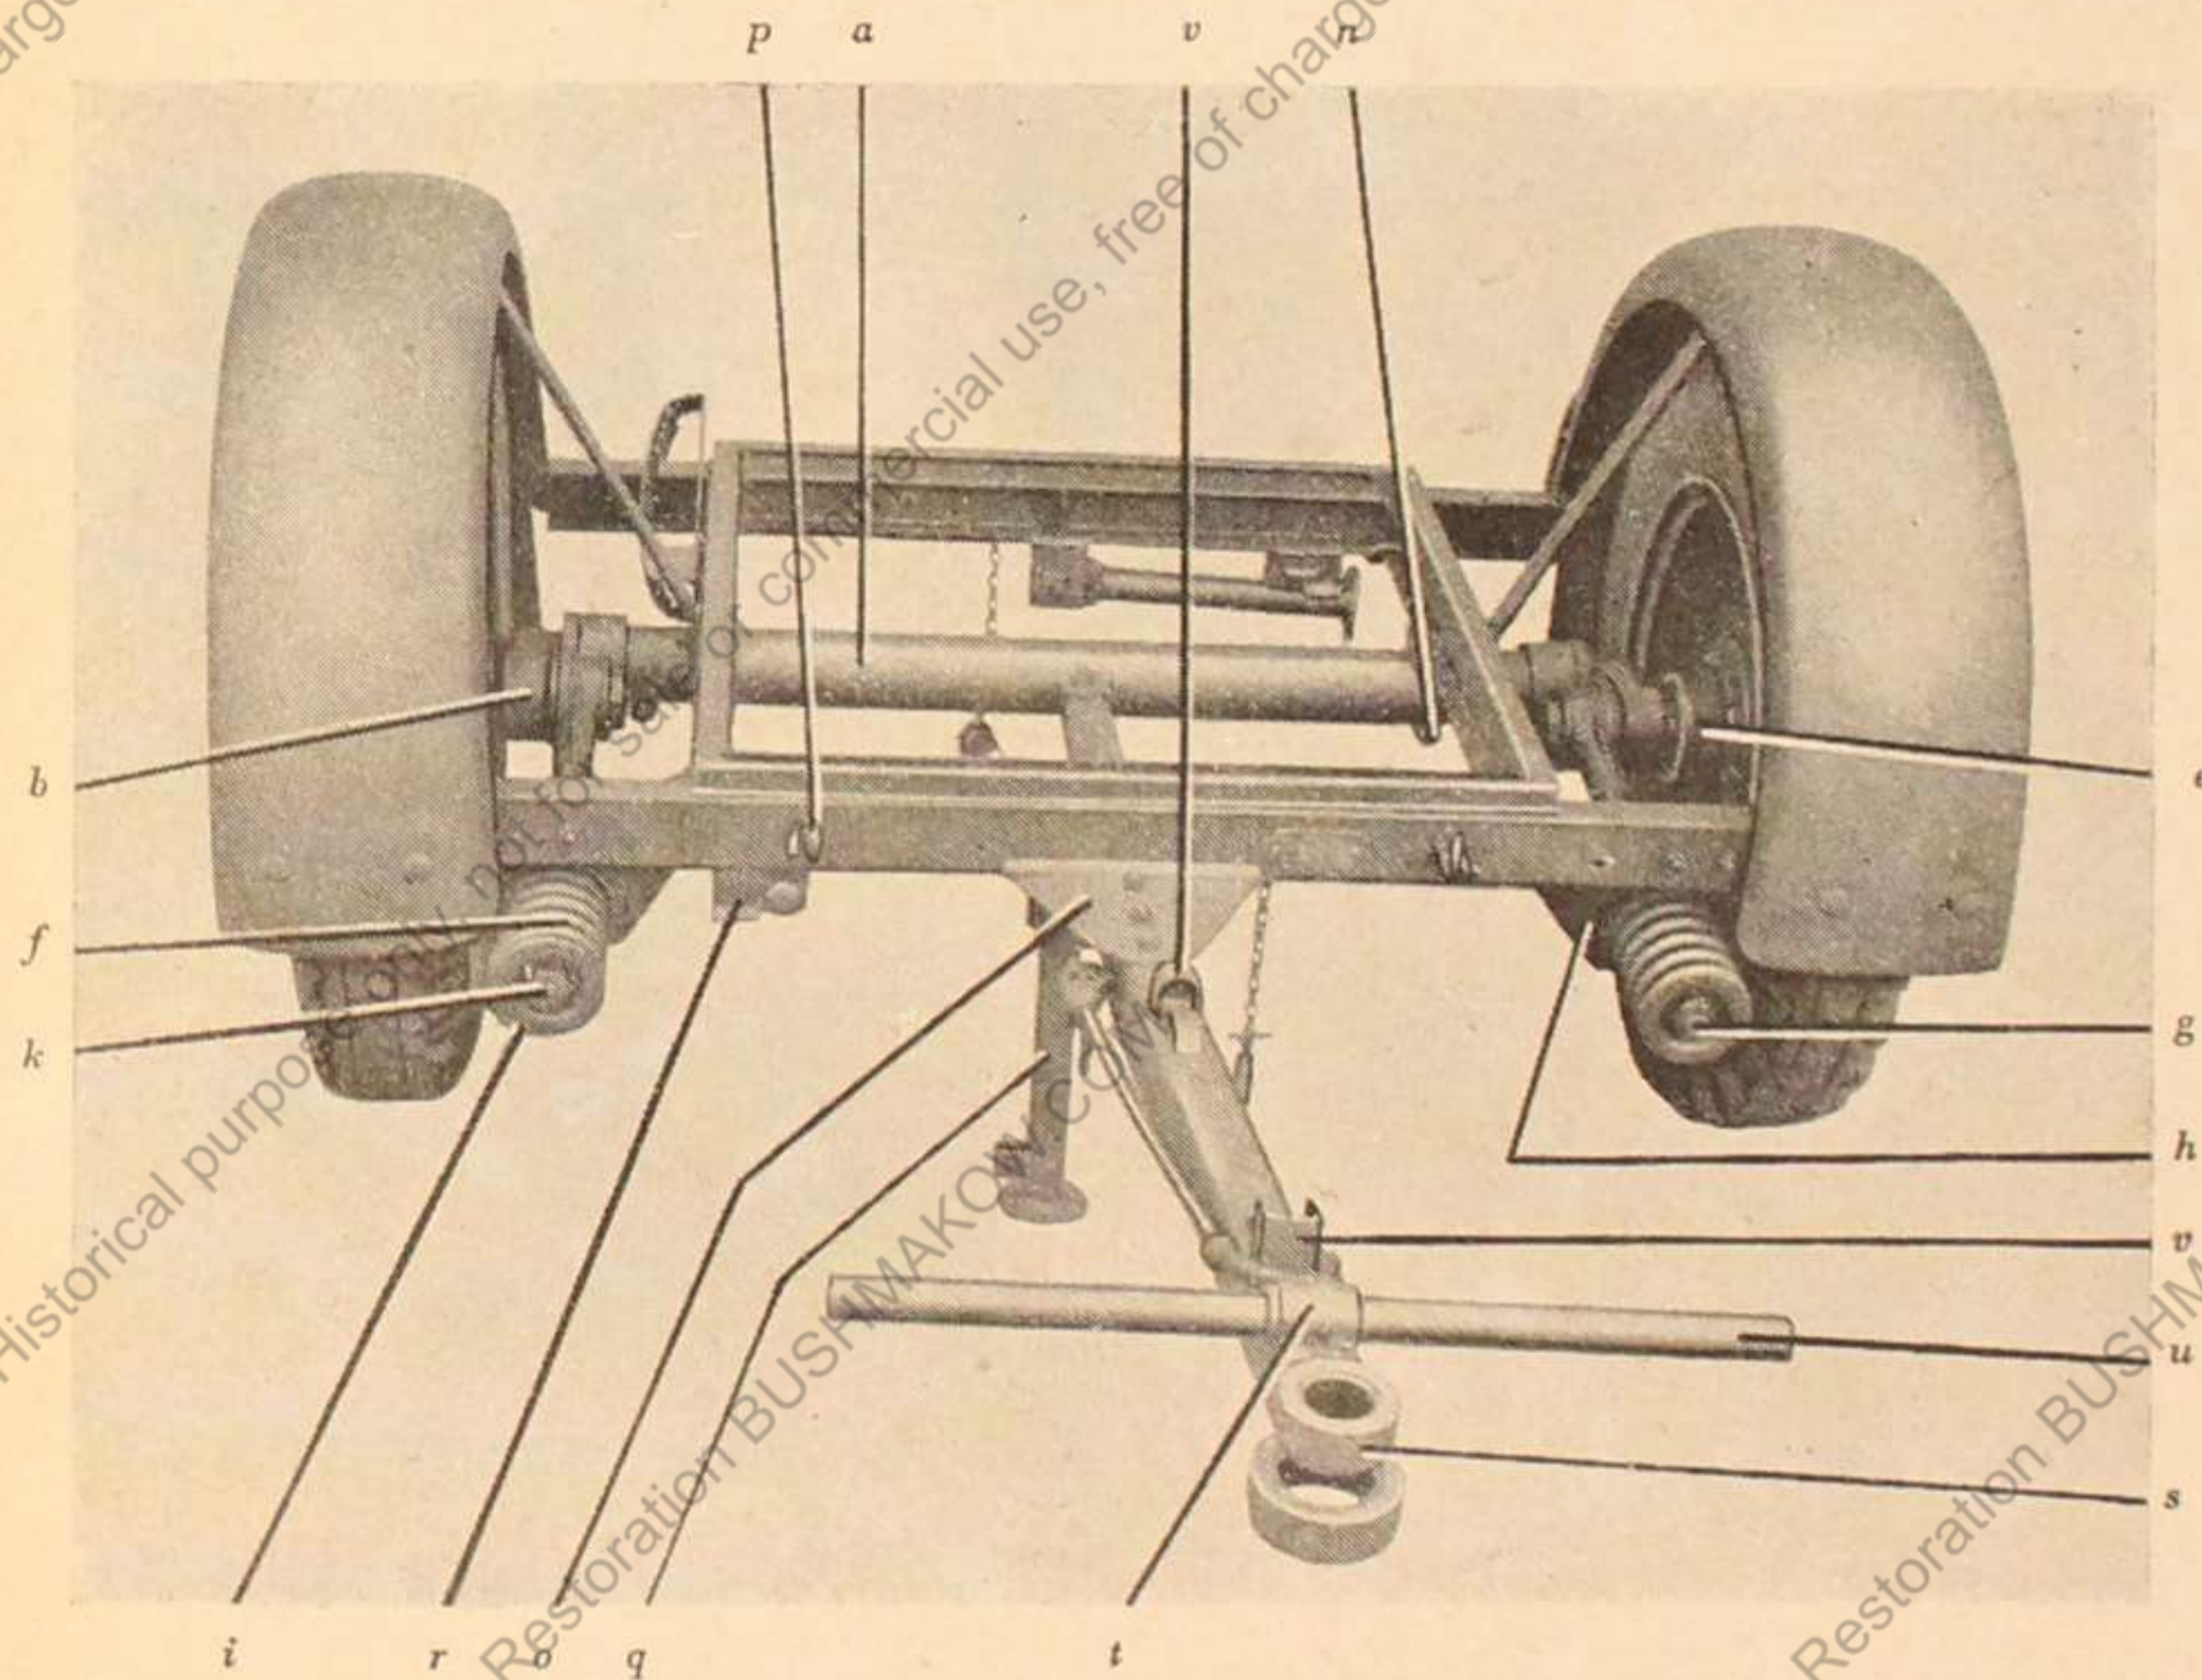
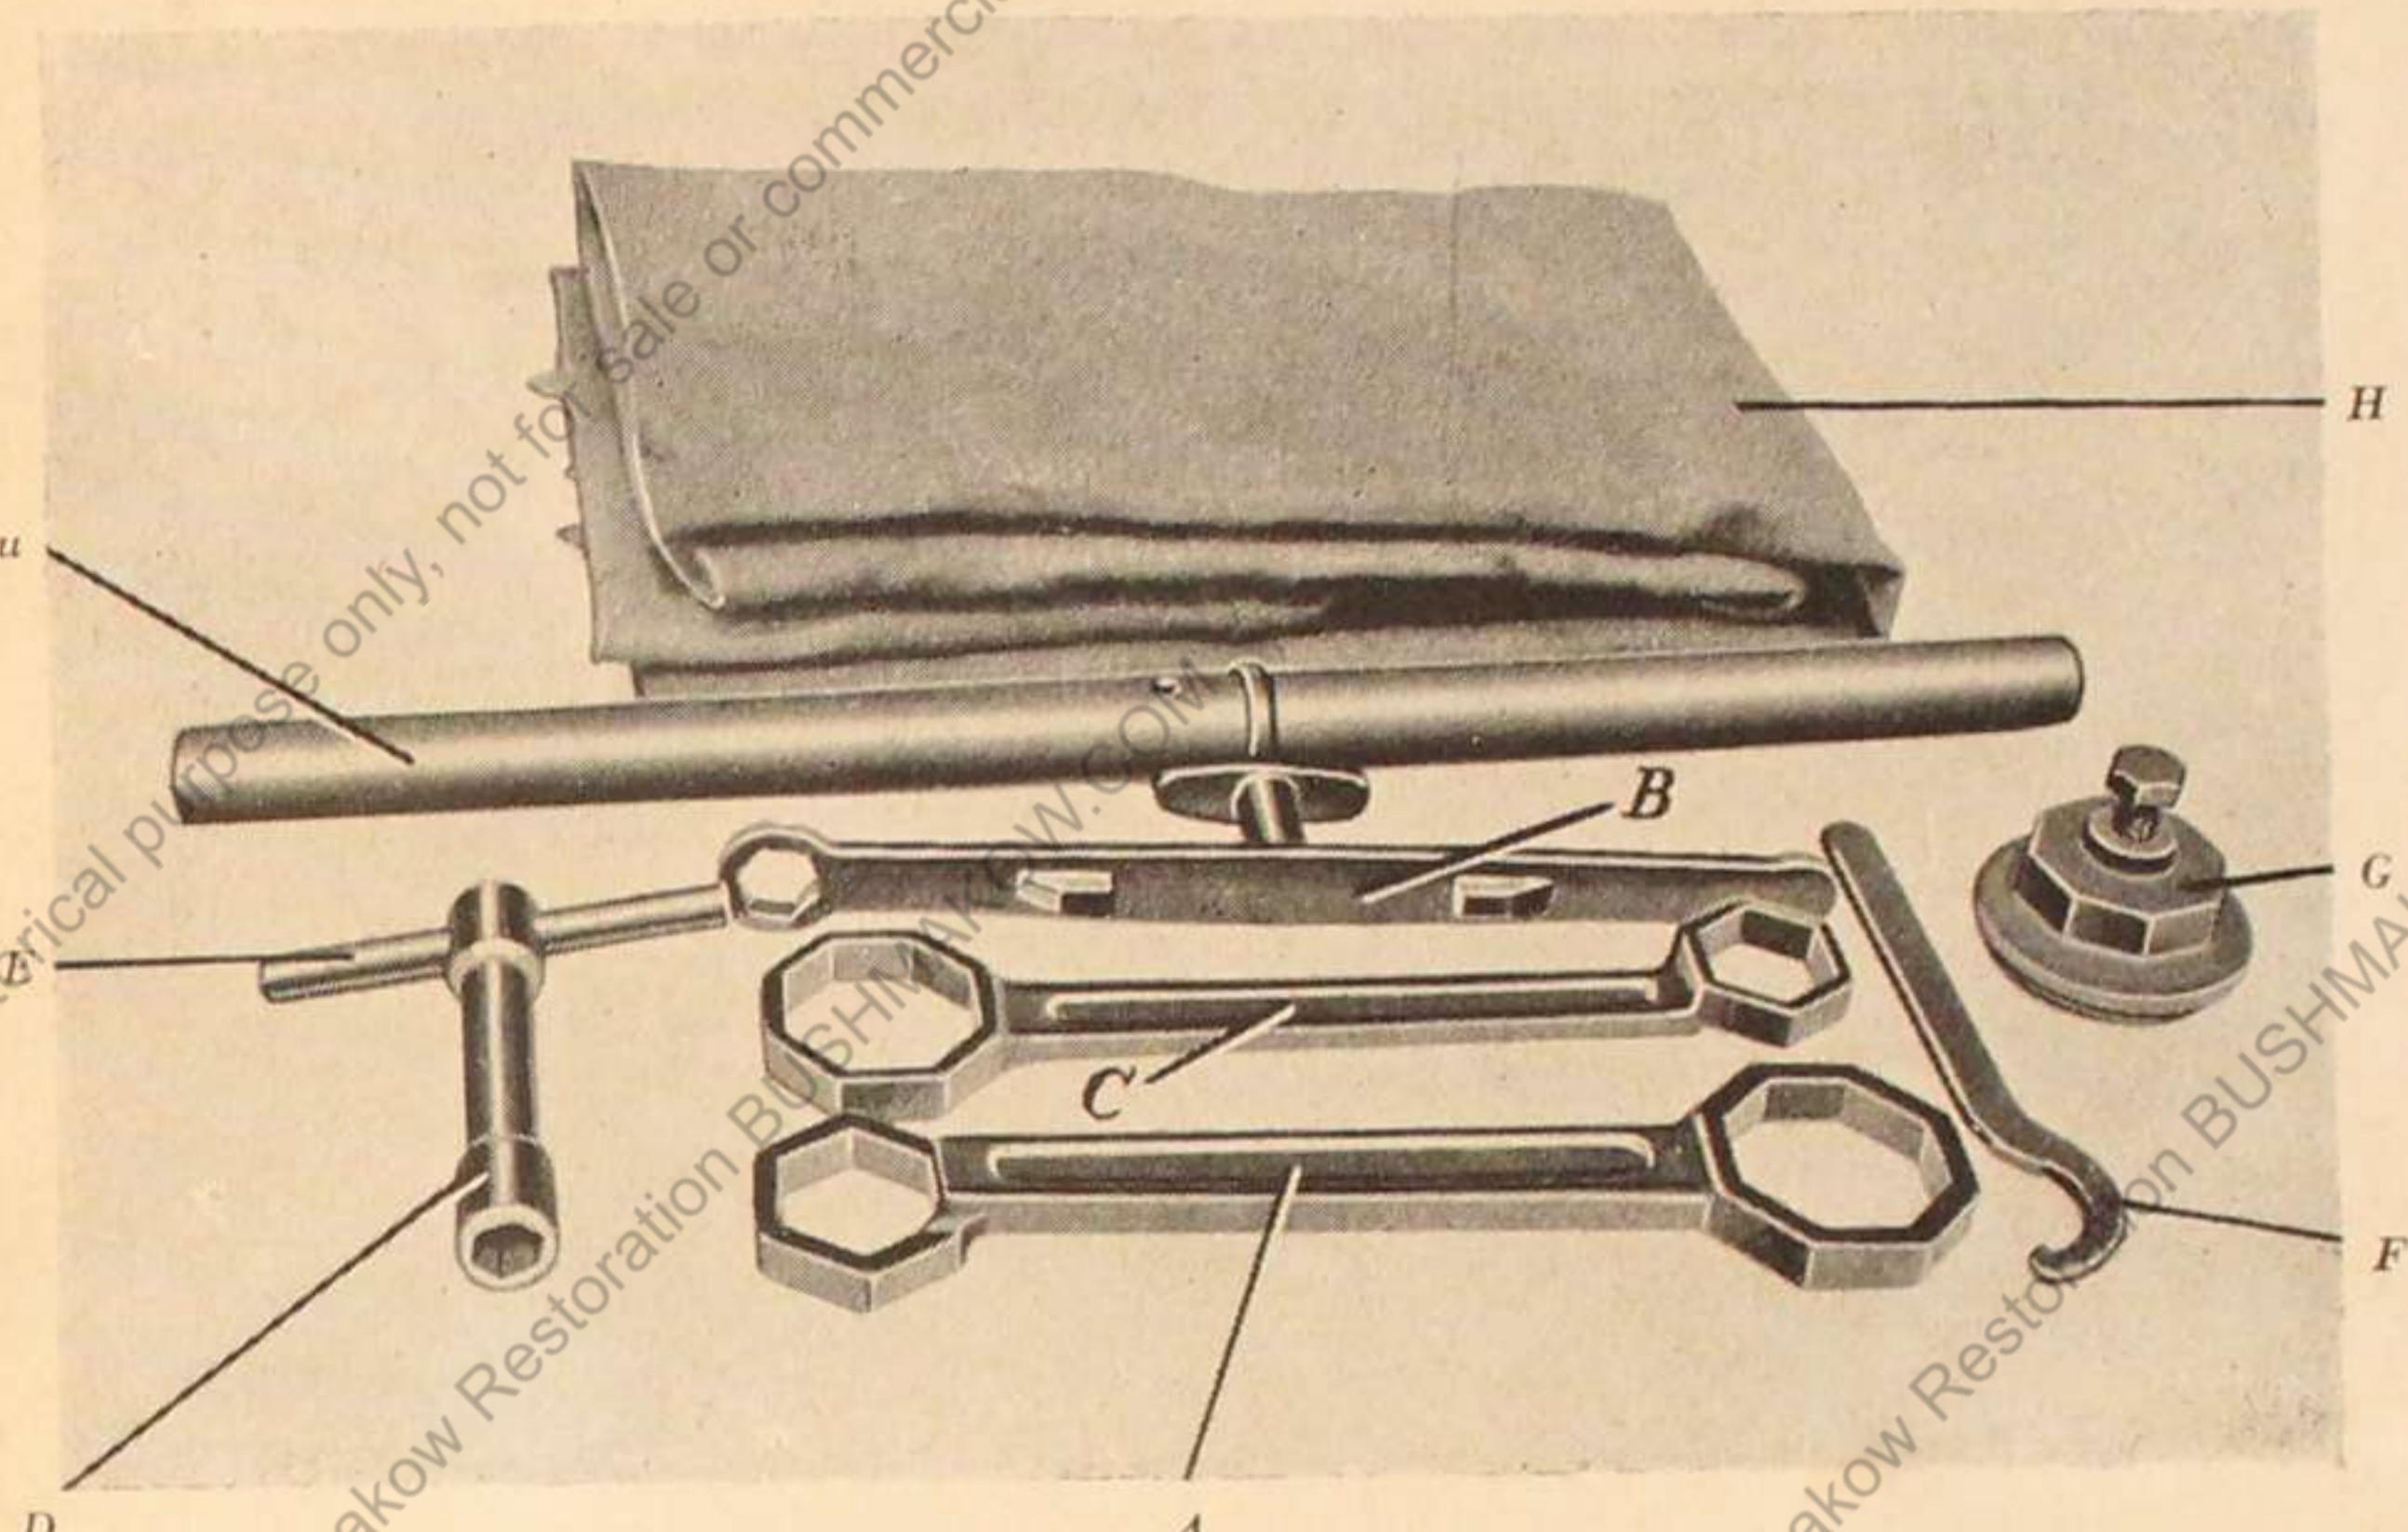

Bild 5.
Bild 6.
- b) Splint entfernen, Achsmutter mit Achsmutterschlüssel abschrauben (beiderseits Rechtsgewinde)1) und Radnabe (Bild 5/e) mit Radabzieher (Bild 6/g) abziehen.